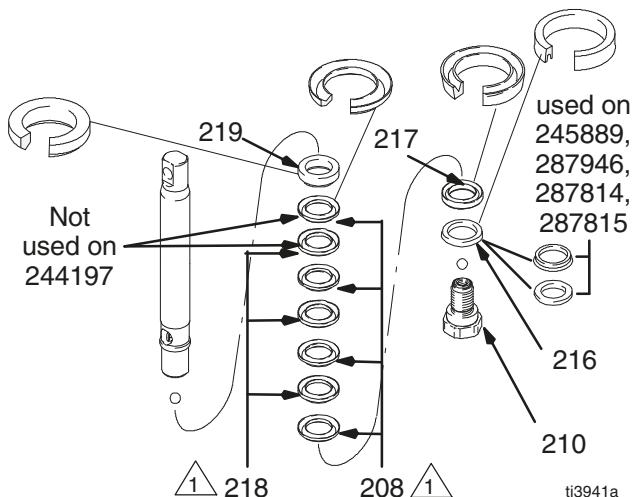

Fig. 13
Fig. 13. Mergulhe todos os vedantes de couro em óleo SAE 30W durante 1 hora, no mínimo, antes de efetuar a montagem. Coloque o buçim macho (219) na haste do pistão. Alternadamente, coloque o polietileno de peso molecular ultraelevado (UHMWPE) (208) e os vedantes de couro (218) (atente na orientação) na haste do pistão. Instale o buçim fêmea (217). Instale o guia do pistão (216) (atente na orientação) na válvula do pistão (210). O selo isolante especial nas roscas da válvula de êmbolo é suficiente para quatro vedantes. Aplique Loctite® nas roscas da válvula de êmbolo após utilizar quatro vedantes.